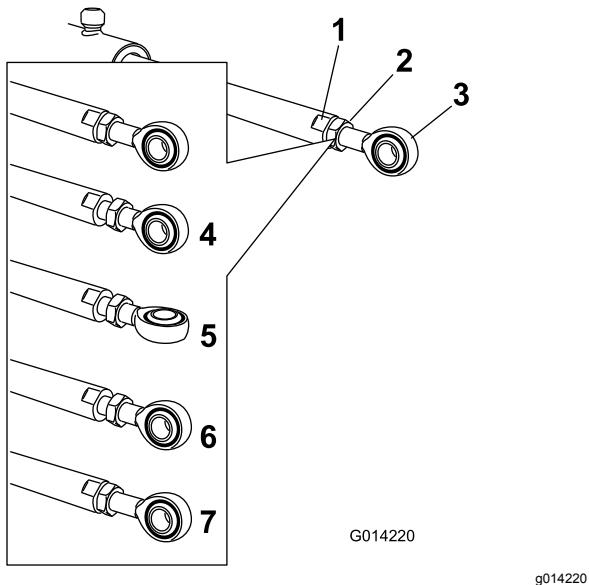

Figura 93
5. Coloque una llave plana sobre las zonas planas del émbolo del actuador para inmovilizarlo, luego afloje la contratuerca para manipular la varilla de ojal (Figura 93).
6. Gire la varilla de ojal en el émbolo del actuador para acortar o alargar el actuador extendido a la posición deseada (Figura 93).